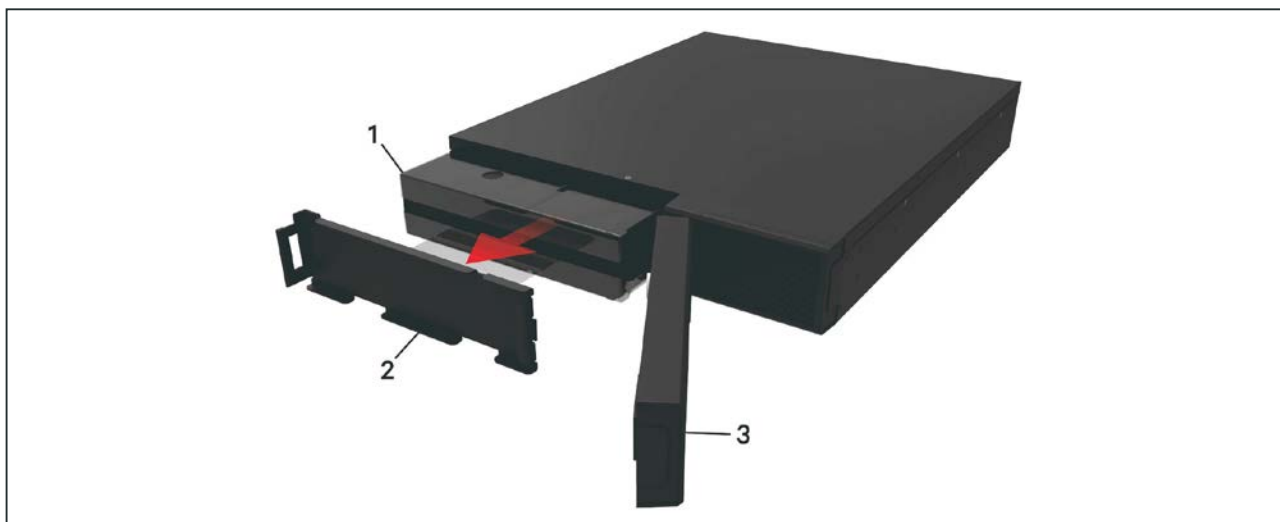

図 5-1 バッテリーパックの交換
1. UPS前面パネルの左手前にあるボタンを押してパネルを開けてから、バッテリー・ドアのネジを外します(図5-1)。
3. バッテリー・ハンドルをつかんでバッテリー・パックを引き抜きます(図5-1)。